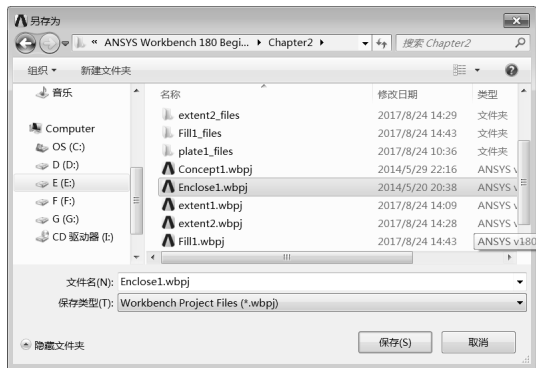

图 2-78 保存文件
Step7: 保存文件。切换到 Workbench 主界面中, 单击工具栏中的 按钮, 在弹出的如图 2-78 所示的“另存为”对话框的“文件名”文本框内输入 Enclose1.wbpj, 单击“保存”按钮, 完成模型的存储。